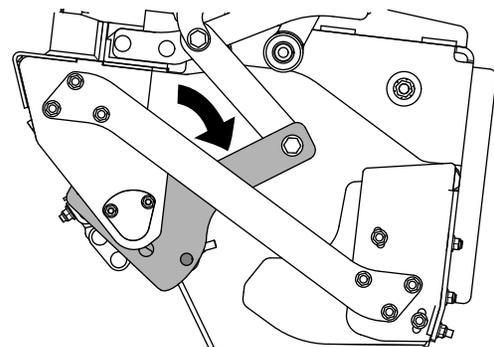

図 39
9. 必要に応じてマルチツールキャリアの角度を調整する 図 39。